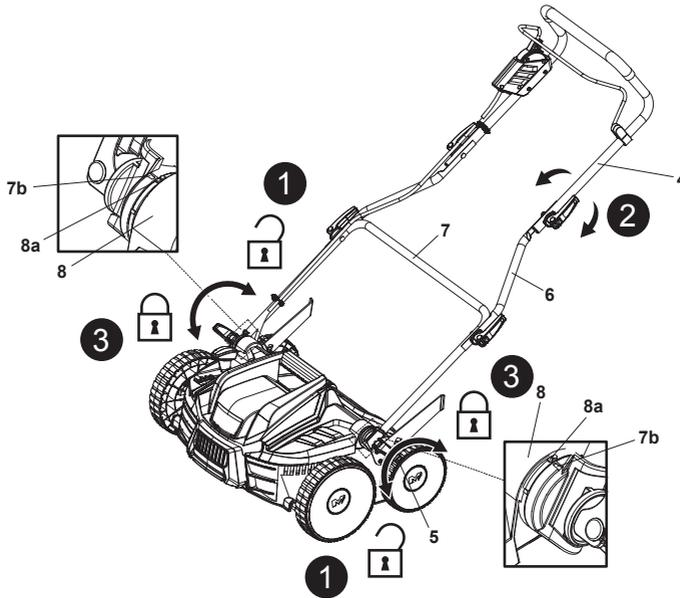

Fig. 11
1. Déplier et desserrer les leviers de serrage (5) dans le sens inverse des aiguilles d'une montre des deux côtés du guidon inférieur (7), mais ne pas les retirer (Fig. 11, étape 1).
2. Tenir et faire pivoter doucement le guidon jusqu'à la position souhaitée en alignant l'indicateur (7b) sur la ligne de repère (8a) du support de guidon (8) (Fig. 11, étape 2). S'assurer que le guidon est monté à la même hauteur des deux côtés.
3. Fixer le guidon en pliant le levier de serrage (5) vers le guidon inférieur (7). Si le levier de serrage (5) ne peut pas être replié, le desserrer, puis le replier à nouveau. S'il est trop lâche, le serrer en tournant le levier de serrage (5) dans le sens horaire (Fig. 11, étape 3).